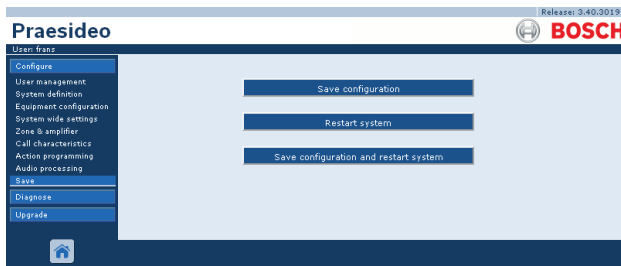

Abbildung 40.5: Fenster Save (Speichern)
- Werden keine Beanstandungen gefunden und die Vertrauenswürdigkeitsprüfung wird online durchgeführt, erscheinen drei Schaltflächen, um dem Benutzer folgende Möglichkeiten zu geben: *Save the configuration* (Konfiguration speichern), *Restart the system* (System neu starten) oder *Save the configuration and restart the system* (Konfiguration speichern und System neu starten). Siehe Abbildung 40.5. Konfigurationsdateien, die im Netzwerkcontroller gespeichert sind, werden erst aktiv, nachdem der Netzwerkcontroller neu gestartet wurde. Muss die neue Konfiguration gespeichert und aktiviert werden, klicken Sie auf die Schaltfläche *Save the configuration and restart the system*.